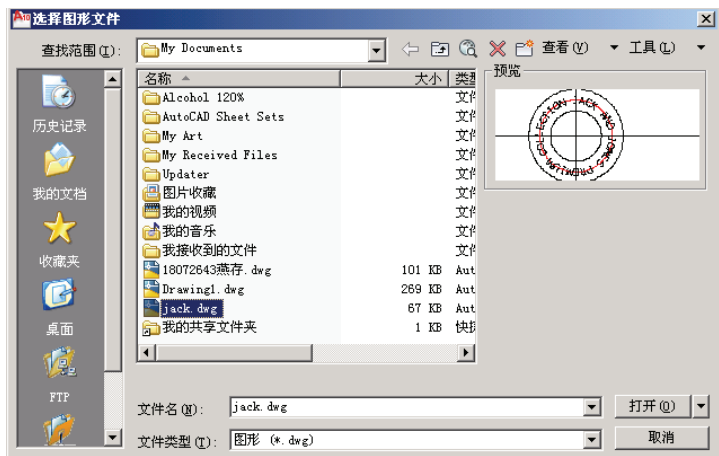

图 7-5 “选择图形文件”对话框
- (1) 名称：下拉文本框，选择插入的块名。
- (2) **浏览**按钮：单击该按钮后，弹出图 7-5 所示的“选择图形文件”对话框。